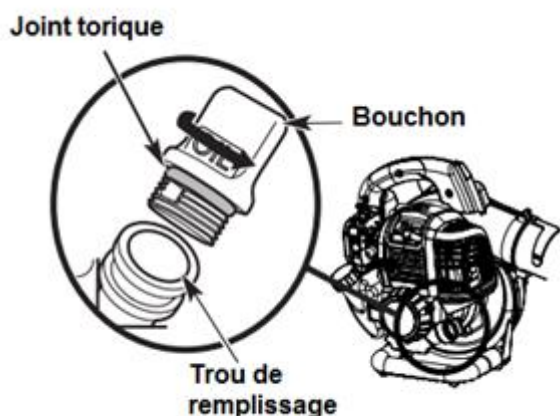

Fig. 9
3) Nettoyez la zone autour du bouchon de remplissage d'huile (Fig. 9) pour empêcher les débris de pénétrer dans l'orifice de remplissage d'huile.
Note : Assurez-vous que le joint torique est en place sur le bouchon de remplissage d'huile (Fig. 9).
1) Nettoyez la zone autour du bouchon de remplissage d'huile (Fig. 9) pour empêcher les débris de pénétrer dans l'orifice de remplissage d'huile.